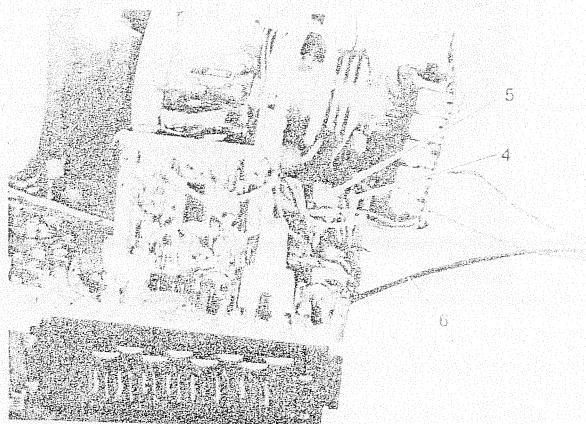

Abb. 4
- (5) Ziehen Sie den Stecker PA (Pos.4) und PB (Pos.5) aus der Haupt-Montageplatte (PCB-MAIN), und das Antennenkabel (Pos.6) aus dem Kanalwähler (Abb.4).